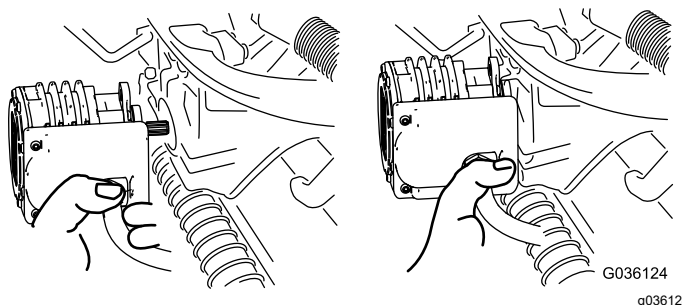

Figura 65
5. Mueva el motor al lugar de almacenamiento en la parte delantera del brazo de suspensión (Figura 65).